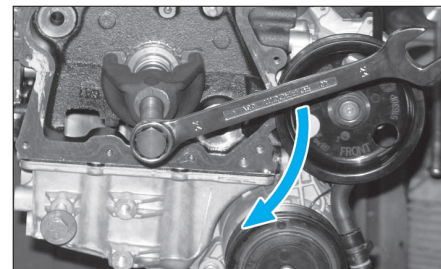

FIG. 10
- les 2 guides chaîne (2).
- À l'aide d'un extracteur approprié, déposer le pignon de vilebrequin (Fig.10).